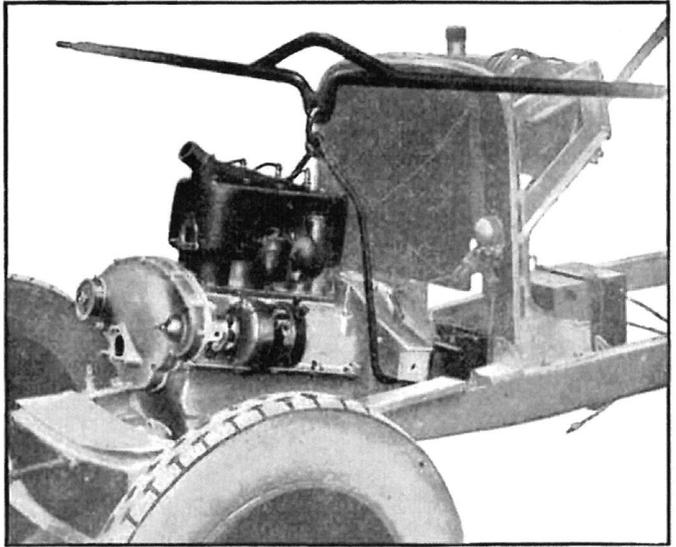

Fig 71. Enlèvement du moteur à l'aide du palan à bras.
- 3.—Enlever le moteur à l'aide du palan de l'atelier ou, à défaut, à bras (fig. 71).